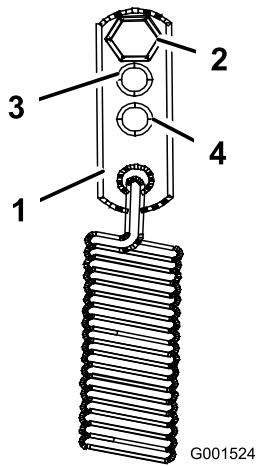

Figure 43
- Pour des conditions de conduite plus difficiles, déplacez les ancrages de ressort aux positions service moyen ou lourd (Figure 43). Les ancrages de ressort sont fixés au coin arrière supérieur des protections de la transmission hydraulique sur les côtés gauche et droit de la machine.
Le levier du frein de stationnement est situé sur le côté droit de la machine (Figure 43). Si le frein de stationnement ne reste pas serré correctement, réglez-le.